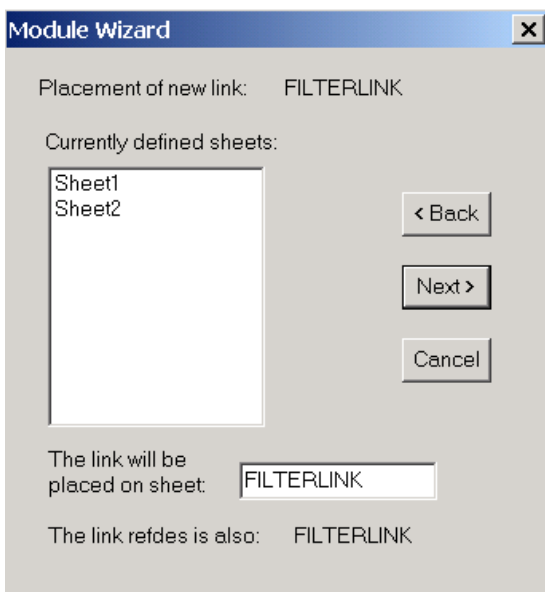

Рис. 3.5. Размещение схемы модуля
6. На следующем шаге появляется панель с информацией о связях модуля (рис. 3.5):
7. Задайте имя страницы с эквивалентной схемой, как показано на рис. 3.5, и нажмите кнопку **Next**.